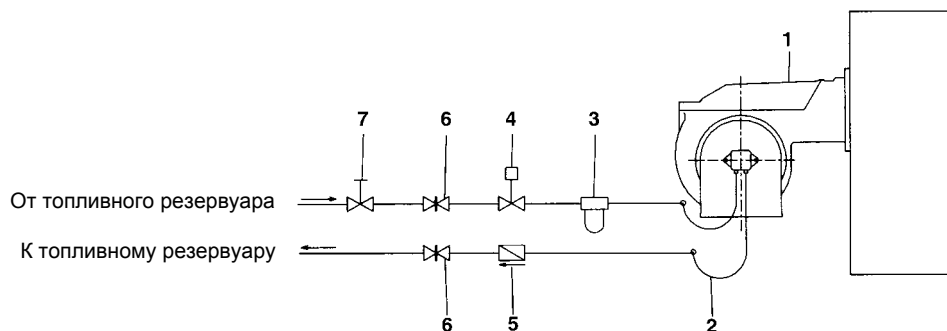

Рис. 16 - Двухтрубная система
**ПРИМЕЧАНИЕ:** в системах с гравитационной подачей или с кольцевым контуром, установить автоматическое отсечное устройство (см. № 4 -Рис. 16).